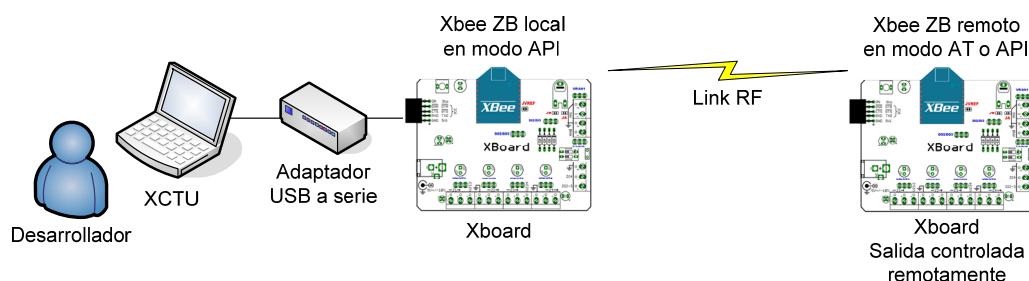

Fig. 6. Control de salidas de un nodo remoto.
8. Controlar mediante un nodo local el estado de una salida de un nodo remoto. Seleccionar qué salida se manejará de forma remota (DO5, por ejemplo) y cambiar su estado de alto a bajo y viceversa. Documentar la configuración de los módulos y los comandos utilizados. Ver Fig. 6.